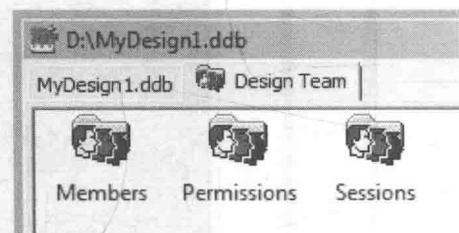

图 0-11 设计小组
1) 设计小组包括人员管理 (Members)、权限 (Permissions) 和数据库状态显示 (Sessions)，如图 0-11 所示。